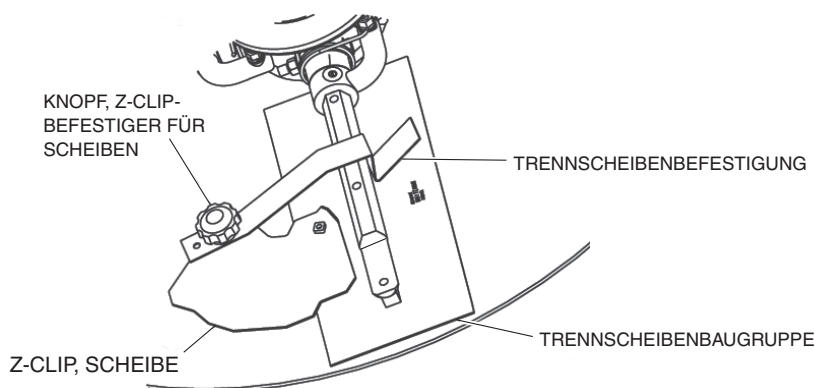

Figure 29. Einbau der Z-Clip-Glattscheibe
Siehe Figure 29 bei der Installation von Scheiben auf den Finisherscheiben.
3. Befestigen Sie wie auf Figure 29 die Befestigungen der Trennscheiben auf der weiter entfernten Seite der Z-Clip-Klammer mit den Befestigungsknöpfen.